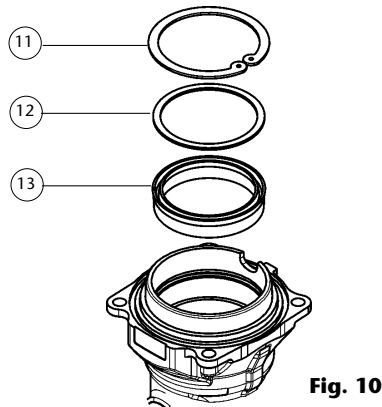

Fig. 10
5. Den Kolben (10) entfernen und den Sprengring (11), die Beilagscheibe (12) und die Dichtung (13) zerlegen (Bild 10). Kolben auf Kratzer prüfen. Evtl. beschädigte Teile ersetzen.